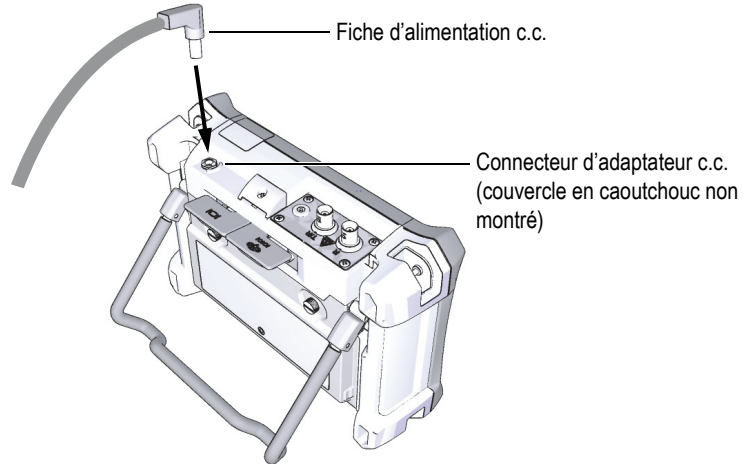

Figure 2-3 Connexion de la fiche d'alimentation c.c.
3. Connectez la fiche d'alimentation c.c. du chargeur-adaptateur au connecteur d'adaptateur c.c. (voir la Figure 2-3 à la page 59).